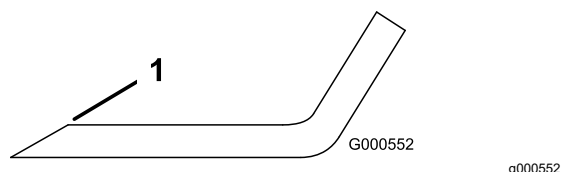

Figura 57
1. Utilice una lima para afilar el filo de corte en ambos extremos de la cuchilla (Figura 57).
Nota: Si la cuchilla no está equilibrada, rebaje algo del metal en la parte de la vela solamente con una lima (Figura 57).